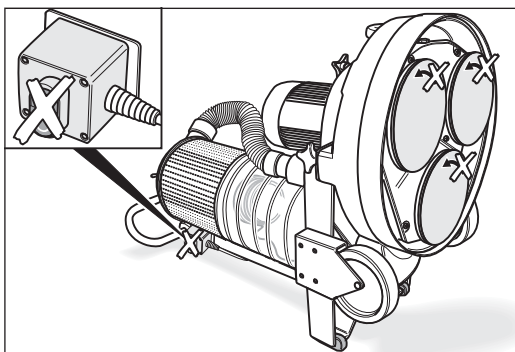

Abb. 16 Die Maschine niemals einschalten, wenn die Teller mit der Hand berührt werden können!
- Schalten Sie die Maschine **niemals ein**, wenn die Teller mit der Hand berührt werden können (Abb. 16)!